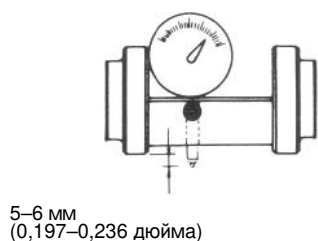

Рис. 16-21-1
1) Установите индикатор часового типа в приспособление так, чтобы его шток выступал снизу на 5–6 мм, как показано на рис. 16-21-1.